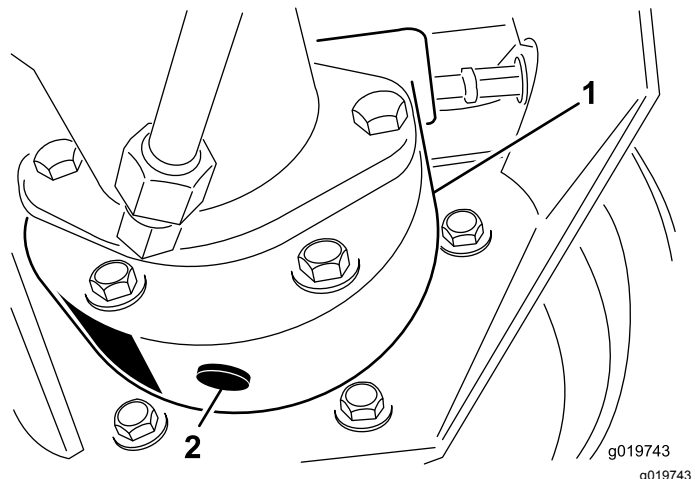

Figura 56
3. Coloque un recipiente debajo del alojamiento del freno, retire el tapón y deje que se drene el aceite (Figura 56).